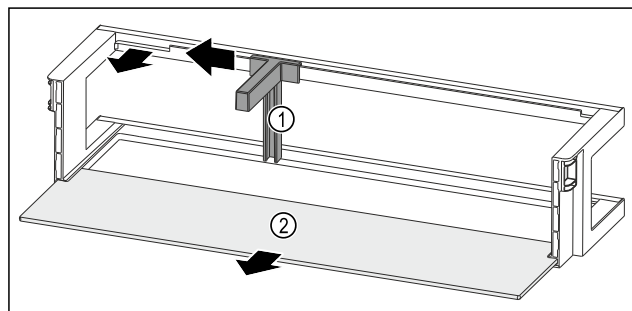

Fig. 231 Vratna polica z držalom za steklenice in odlagalno polico
- Držalo za steklenice Fig. 231 (1) potisnite povsem na stran do odprtine.
- Odstranite držalo za steklenice Fig. 231 (1).
- Odstranite polico za odlaganje Fig. 231 (2).